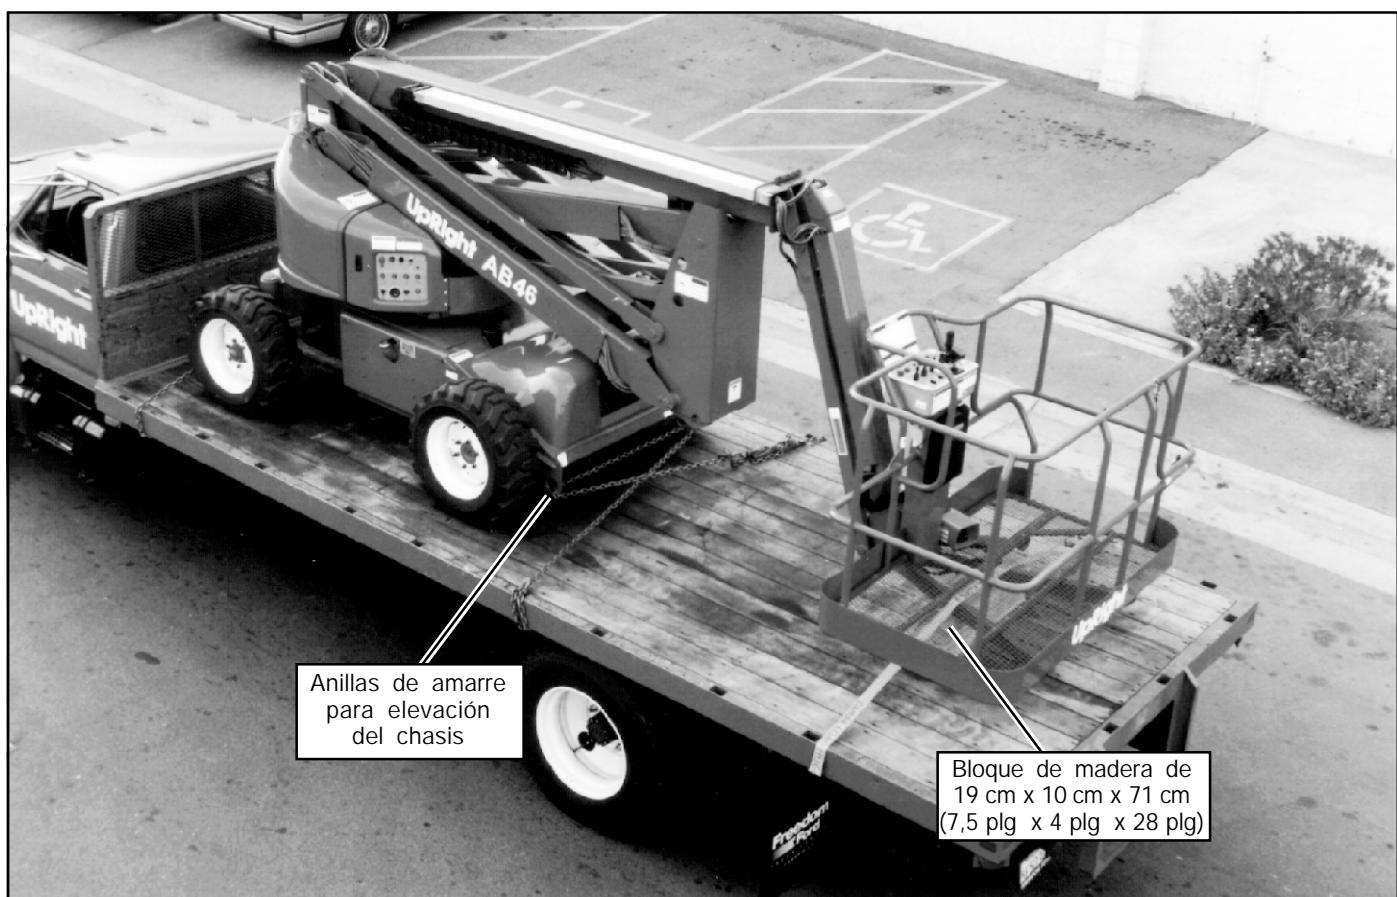

Figura 6: Cómo asegurar la máquina para el traslado
6. Colocar un bloque de madera de 19 cm x 10 cm x 71 cm (7,5 plg x 4 plg x 28 plg) debajo de las barras de apoyo de la plataforma como se muestra en la figura 6.